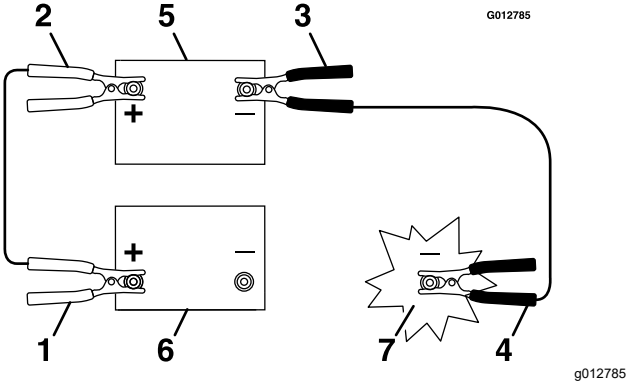

Figura 84
- 2. Deslice cuidadosamente hacia atrás el capuchón aislante del cable positivo de la batería (Figura 84).
- Conecte la abrazadera del cable positivo (+) (rojo) al borne positivo (+) de la batería descargada (Figura 84).